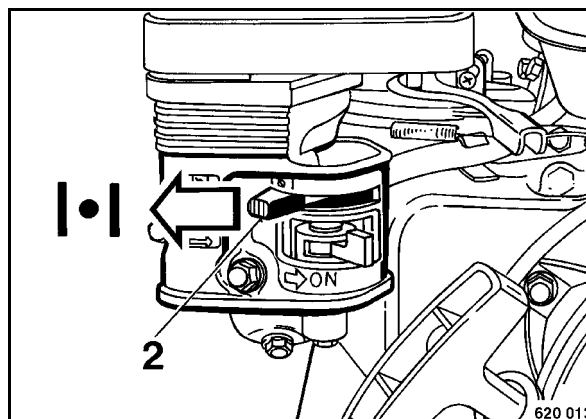

рис. 8
- Нажать на рычаг 2 (рис. 8) воздушной заслонки в направлении стрелки до упора и тем самым закрыть воздушную заслонку.